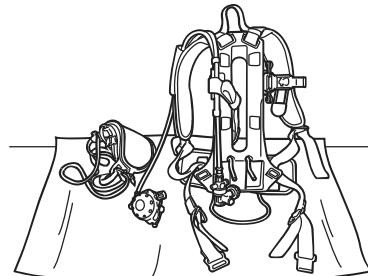

図58 陰干し
3. 粉じんや溶剤等がない風通しのよい直射日光の当たらぬい場所で2時間以上乾燥させる。（図58参照）